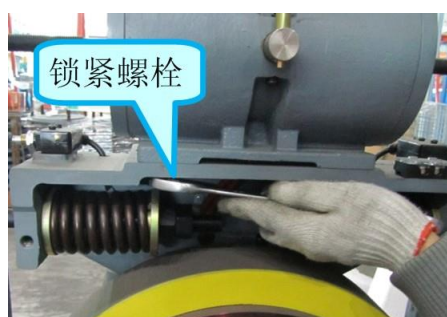

图 D-4
- 1) 用 17mm 扳手拆下电磁铁锁紧螺栓（四个），见图 D-4；